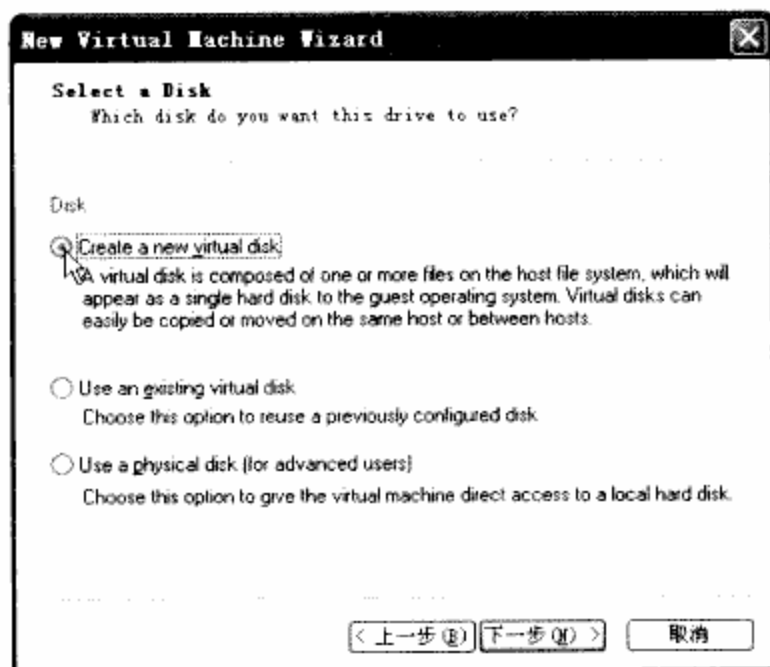
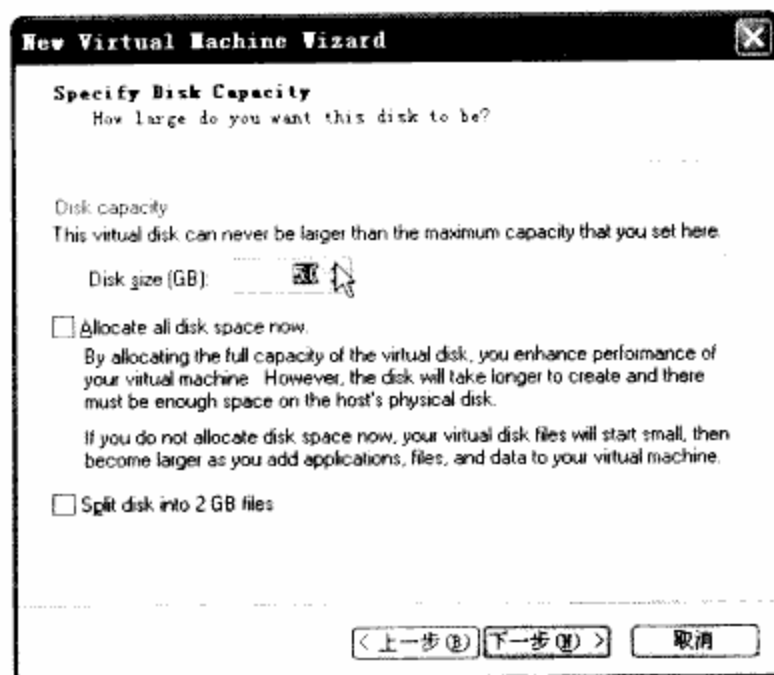
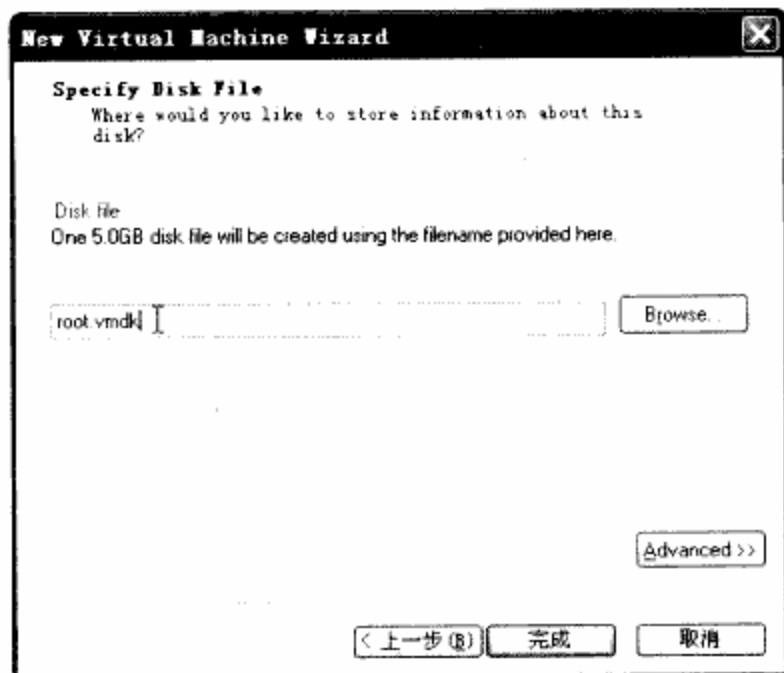

图 2.10 选择创建新的虚拟硬盘
图 2.12 指定硬盘容量（这个硬盘将用来安装 Linux，推荐大小为 5GB）
图 2.13 设置虚拟硬盘的名字（在 Windows 下将新建一个文件来表示这个虚拟硬盘）
⑨ 图 2.10~图 2.13 所示为创建虚拟硬盘的过程，在创建完虚拟机后，还会重复这 4 个步骤创建另外两个虚拟硬盘。在图 2.12 中，“Split disk into 2GB files”选项表示使用多个 2GB 的文件来表示一个很大的虚拟硬盘。如果 Windows 的磁盘格式为 FAT32，因为它支持的最大文件只有 4GB，所以要选择这个选项；如果是 NTFS 格式，则无需选择这个选项。